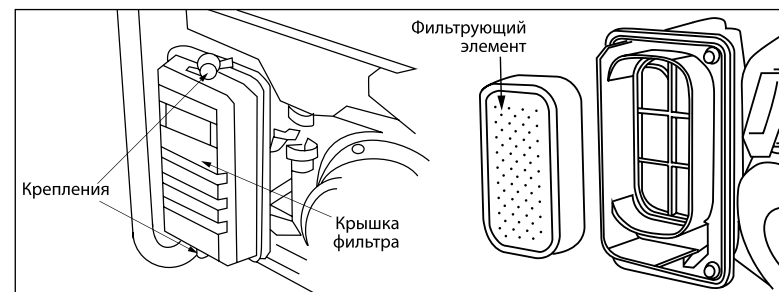

Рисунок 18.
1. Откройте крышку фильтра (рис. 18).